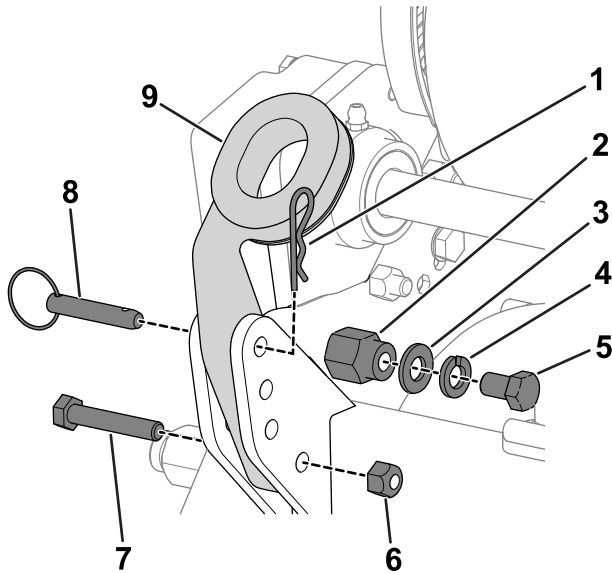

Figure 3
1. Enlevez les boulons (5/16"), les contre-écrous, les goupilles à anneau et les goupilles fendues qui fixent le bas des bras du guidon de chaque côté de la machine (Figure 3).
2. Retirez les boulons (3/8"), les rondelles et les rondelles frein des goupilles de montage de chaque côté de la machine (Figure 3).
3. Insérez les extrémités du guidon dans les trous des bras du guidon et placez les trous en face des goupilles de montage (Figure 3).
6. Utilisez les boulons (5/16"), les contre-écrous, les goupilles fendues et les goupilles à anneau que vous avez retirés précédemment pour fixer les bras du guidon à l'arrière du cadre (Figure 3).